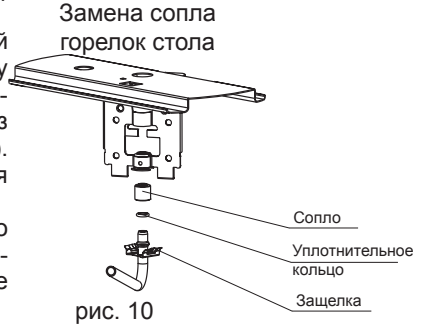

рис. 10
16.1. Замена сопла при ремонте, а также при переводе на другой тип газа (рис.10, 11):
16.1.1. Замена сопел на плитах NGM441 01, NGM441 02 (рис.10)
5. Снять установленные сопла, для этого отверткой необходимо отсоединить металлическую защелку от отбортовки гнезда держателей сопла и вывести газоподводящую трубку вместе с соплом из гнезда, затем снять сопло с трубки газа (рис.10). Резиновые уплотнительные кольца рекомендуется оставить на трубках;